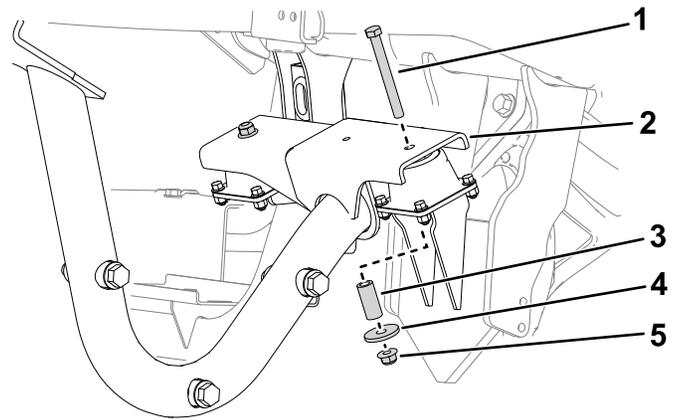

Figure 2
2. Retirez les boulons, les entretoises et les écrous existants de l'un des supports de moteur sur le cadre du moteur thermique (Figure 2).